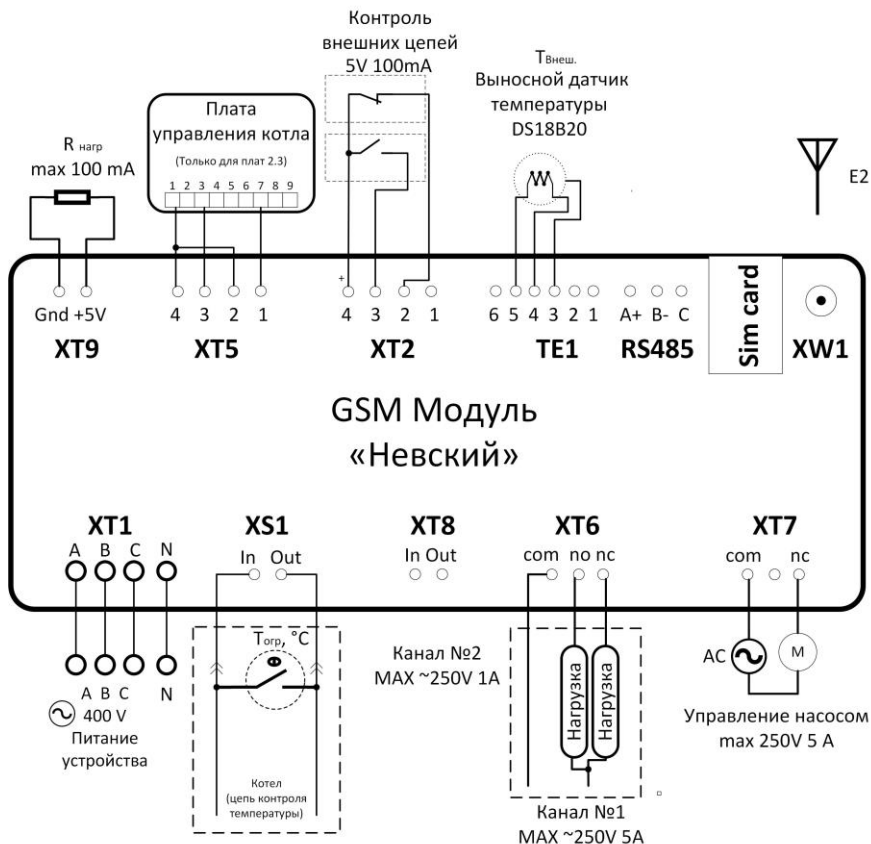

Рис. 5
- 6.4. На клемму XT1 согласно Рис. 5 необходимо подключить фазный и нейтральный провод. Если вы не планируете отслеживать наличие фаз, то можно соединить фазы L1, L2, L3 вместе перемычками, т.к. иначе GSM-модуль будет присылать сообщение об отсутствии неподключенных фаз.
- 7.4. Подключение к дополнительным каналам управления (1 и 2) осуществляется соответственно через клеммник ХТ6 и ХТ8 (Рис. 5).
- 7.5. Канал1 (клеммник ХТ6) (Рис. 5) это электромеханическое реле, состоит из пары контактов – нормально-замкнутого и нормально-разомкнутого. Нагрузочная способность, коммутируемая реле управления 5 А при
- 7.6. Канал2 (клеммник XT8) (Рис. 5) это твердотельное реле, состоит из нормально-разомкнутого контакта. Нагрузочная способность, коммутируемая симистором управления 1А при напряжении 230В. Если подключаемые устройства, имеют более высокие нагрузки, тогда они подключаются через промежуточные реле.
- 7.7. Используя канал №1 можно переключать работу системы отопления с основного котла на резервный котёл. На Рис. 5 изображён вариант схемы подключения канала №1 GSM-модуля для переключения работы системы отопления с основного котла на резервный.
- 7.8. Через контакты клеммника XS1 (Рис. 5) осуществляется подключение контактов термовыключателя котла. При срабатывании термовыключателя модуль пошлёт сообщение «ПЕРЕГРЕВ».
- 7.9. Датчики контроля внешних цепей (охранной сигнализации) подключаются к разъёму ХТ2 (Датчики охраны) (Рис. 5).
13.1. GSM-модуль позволяет осуществлять контроль датчиков внешних цепей, например для охраны какого-либо объекта. Для включения этой функции необходимо подключить систему охраны к клеммам GSM-модуля в соответствии с Рис.5 и нажать на кнопку «ОХР. ВКЛ», при этом должна загореться красный светодиод. При повторном нажатии функция охраны отключается, светодиод гаснет.